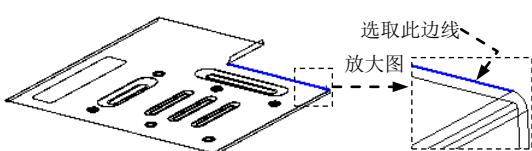

图 17.10.90 定义特征的边线
(1) 选择命令。选择下拉菜单 **插入(I)** → **钣金(B)** → **边线法兰(E)...** 命令，系统弹出“边线法兰”对话框。
(2) 定义特征的边线。选取图 17.10.90 所示的模型边线为生成的边线法兰的边线。
(3) 定义法兰参数。在 **角度(G)** 区域的 **A** 文本框中输入角度值 90.0。在“边线法兰”